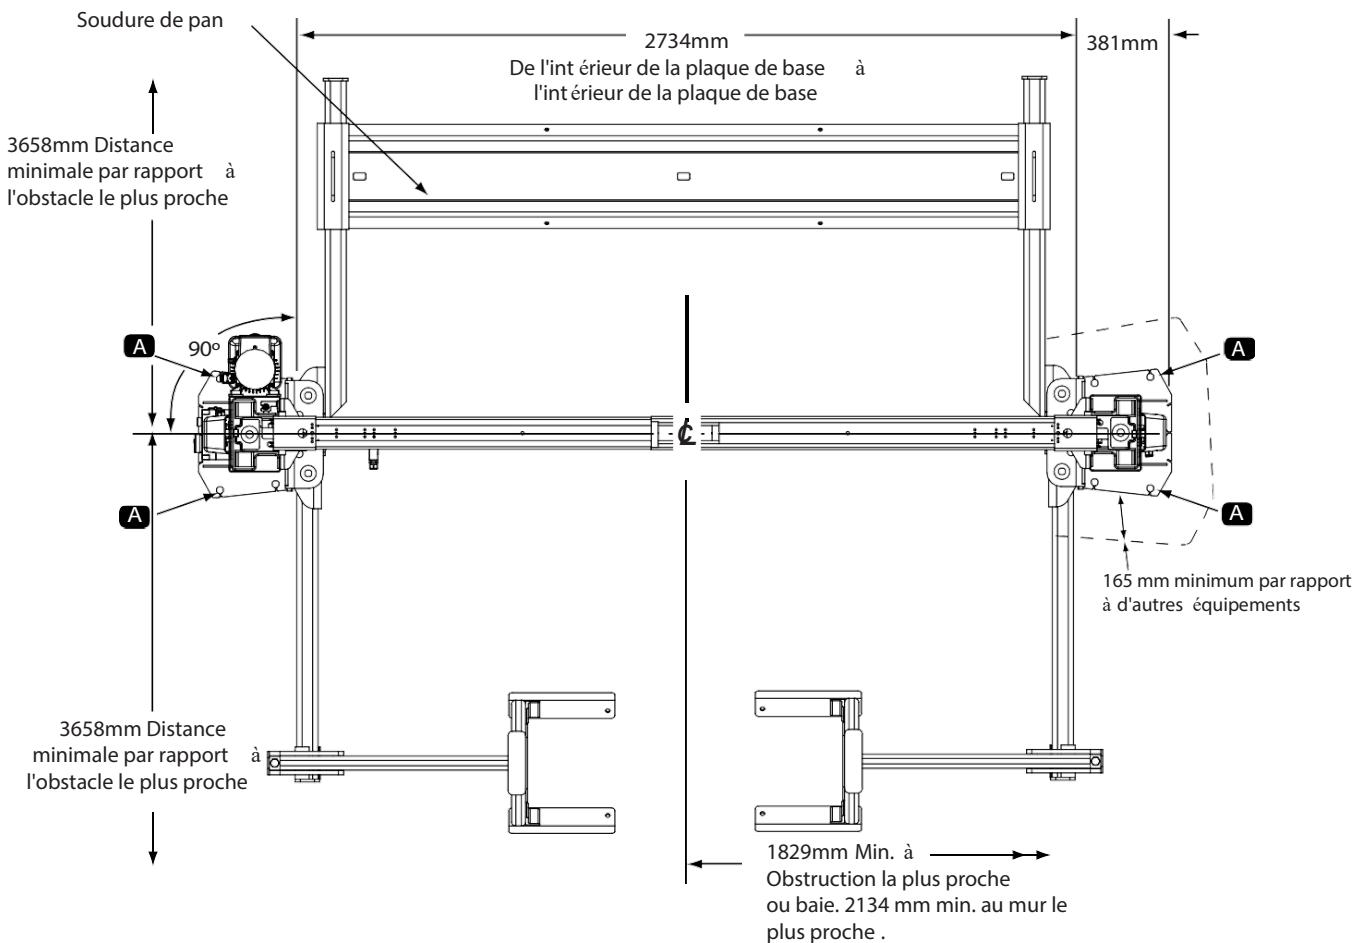

Fig. 1
Utiliser le plan d'architecte lorsqu'il est disponible pour localiser le pont élévateur. La figure 1 montre les dimensions d'une cale typique.
Placez les colonnes dans la travée en respectant les dimensions indiquées à la figure 1. La colonne étant posée sur le sol, deux personnes peuvent soulever le haut de la colonne et marcher vers la base. Lorsque la colonne s'approche de la verticale, l'une des deux personnes doit se déplacer sur le côté opposé de la colonne et l'aider à mettre lentement la colonne à plat sur sa base. Les deux plaques de base de la colonne doivent être d'équerre par rapport à l'axe du pont élévateur. Des encoches sont pratiquées dans chaque plaque de base pour indiquer l'axe du pont élévateur. À l'aide de l'équipement approprié, soulever le chariot jusqu'à la première position de verrouillage. S'assurer que le verrou est bien enclenché.
- 5c.** Pour s'assurer que les rails gauche et droit sont parallèles, installer la pièce soudée du plateau, Fig. 1, à une extrémité et la faire glisser vers le chariot. Si le plateau se bloque lors du glissement, il se peut que les rails ne soient pas alignés. Revérifier. Une fois que les colonnes sont en position et que les rails sont parallèles, percer et ancrer les colonnes en utilisant UNIQUEMENT les points d'ancrage d'angle indiqués sur la Fig.1 par la lettre (**A**) en utilisant les procédures de perçage et d'ancrage appropriées (**voir Section 6a Béton et ancrage**). Une fois que les deux colonnes ont été ancrées, la soudure du panneau et les rails peuvent être retirés pour terminer l'installation de l'élévateur. Terminer le perçage et l'ancrage des ancrages restants, voir section 6a.